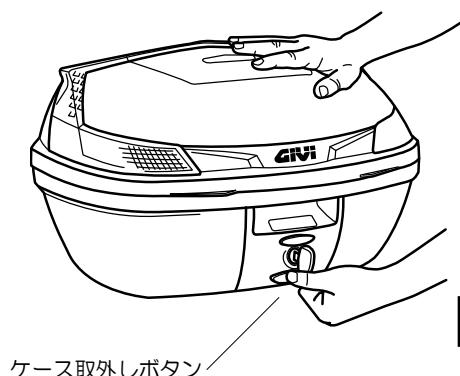

図8
5-3.ケース取外しボタンを押しながら、①ケースを持ち上げます。（図8参照）